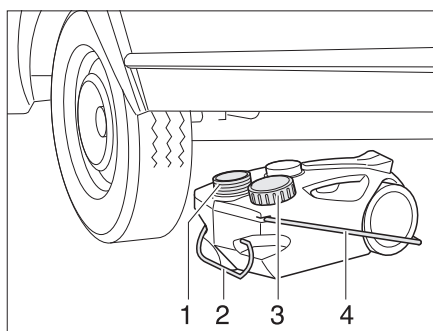

Fig. 154 Depósito de aguas residuales, con ruedas
- Cerrar la abertura del depósito de aguas residuales (Fig. 154,1) con la tapa (Fig. 154,3).
- Extraer el depósito de aguas residuales por el tirador (Fig. 154,2).
- Abatir hacia arriba el tirador (Fig. 154,4) y colocar el depósito de aguas residuales.